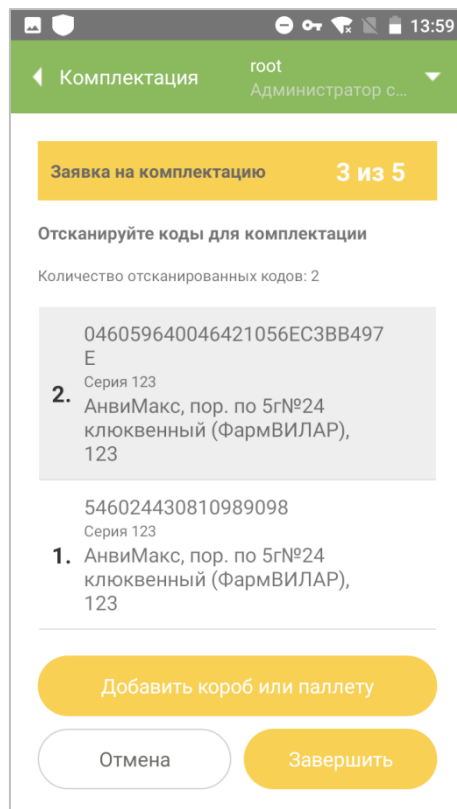

Рисунок 7.4
3. Отсканировать коды маркировки групповых и/или индивидуальных упаковок для комплектации (Рисунок 7.4) (п. 1.5). При этом на экране отобразится следующая информация: